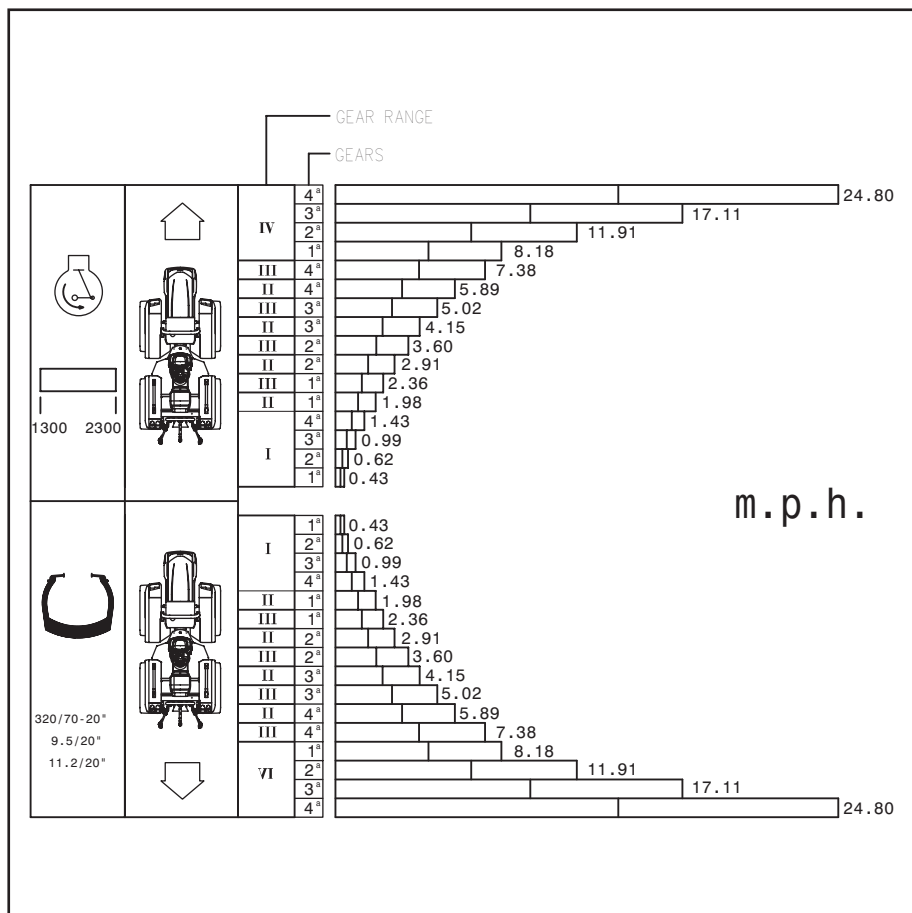

Abb. 5.24
Der Aufkleber (123) auf der rechten Seite eben unter dem Lenkrad zeigt die perfekte Progression der Schaltstufen ohne Übereinanderlagerung der Geschwindigkeiten sowohl im Vorwärtsgang als im Rückwärtsgang für die angegebenen Reifen und einer zwischen 1300 und 2300 UpM liegenden Drehzahl (Abb. 5.23e Fig. 5.24).